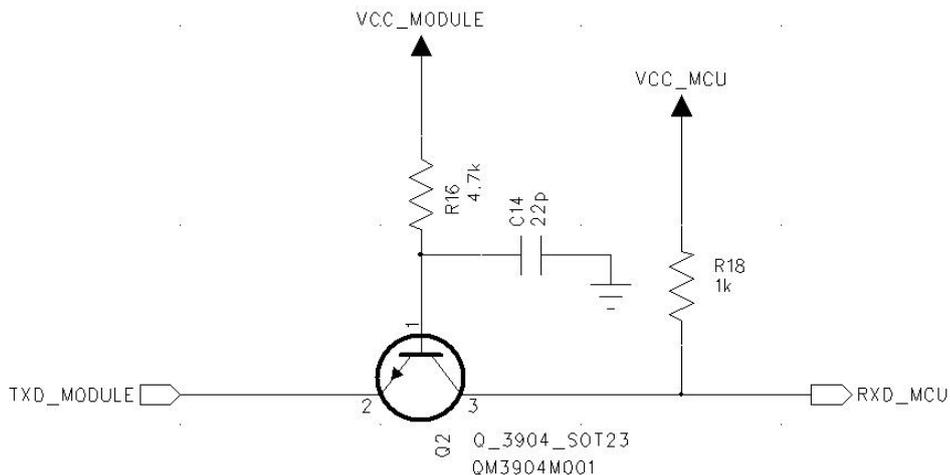

图 6-4 UART 接口 RX 电平转换参考设计
3.单片机作为上位机：如果单机电源与模块电源不一致时需要使用电平转换芯片，例如图 6-4/6-5 所示，使用三极管实现电平转换，图中电阻仅为示意，设计时请重新计算。图中的二极管为肖特基二极管（前向压降为 0.3V），如果选用其它二极管请选择前向压降小的，以保证在输入低电平时，RXD\_module 的电平在低电平输入阈值以下。